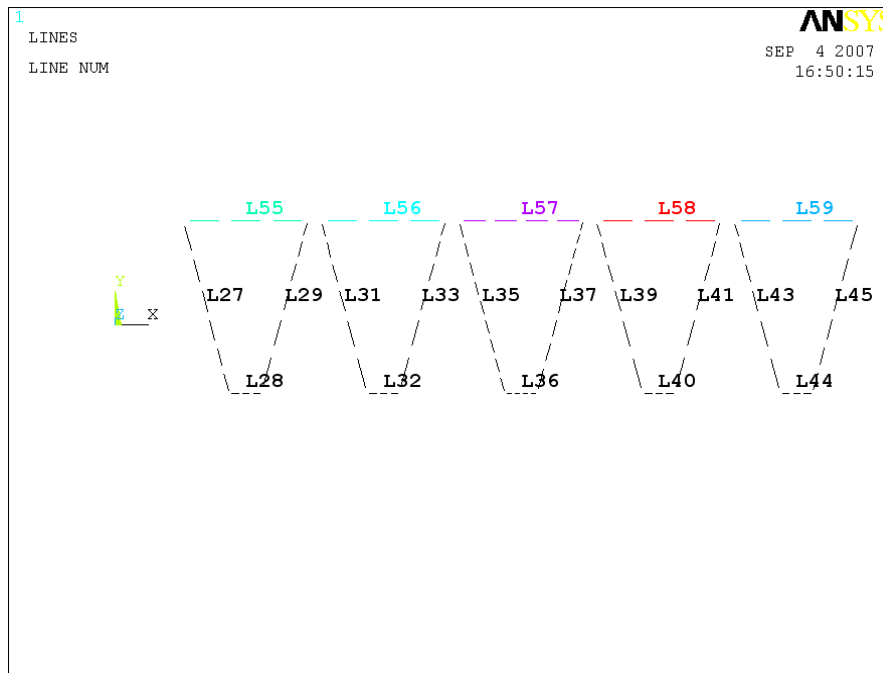

Рисунок 43. Номера линий верхних зубьев
указанные поверхности с помощью окна *Select Entities*. Затем выбираем линии границы, относящиеся к уже выбранным поверхностям (последовательность действий такая же как и для линий внедрения) (Рисунок 43).
2. Выбираем контактные линии *L27, L31, L35, L39, L43* (Рисунок 43).